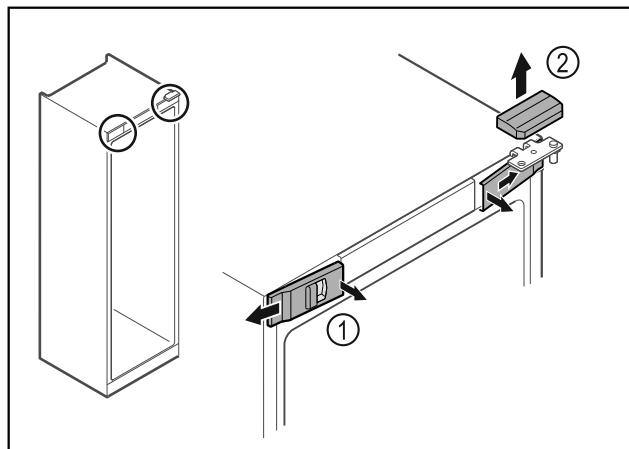

Fig. 12
► Передние крышки Fig. 12 (1) освободите от фиксации с внутренней стороны и отведите в сторону.
► Движением вверх снимите верхнюю крышку Fig. 12 (2).